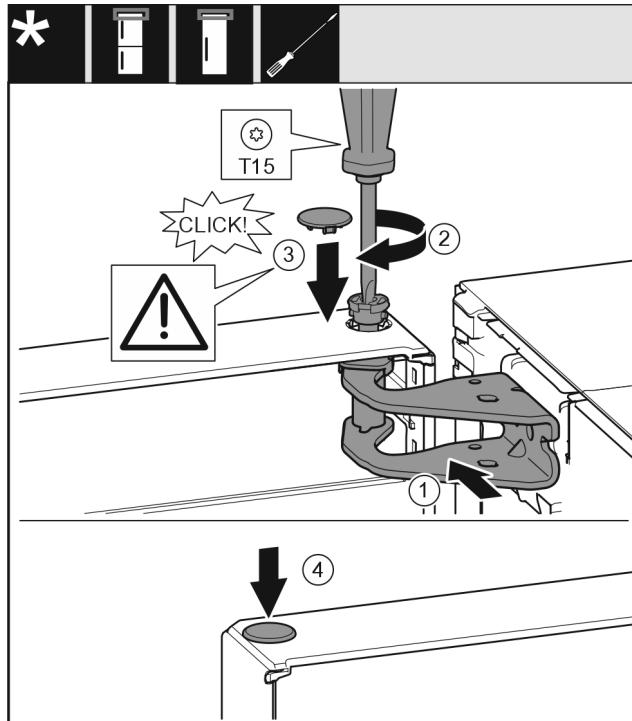

Fig. 19
- Poravnajte gornja vrata prema otvoru u podlošku ležaja. Fig. 19 (1)
- Umetnute svornjak i zavijte odvijačem T15. Fig. 19 (2)
- Montirajte sigurnosni pokrov radi osiguranja vrata: Umetnute sigurnosni pokrov i provjerite naliježe li na vrata. U protivnom u potpunosti umetnute svornjake. Fig. 19 (3)
- Umetnute čep. Fig. 19 (4)